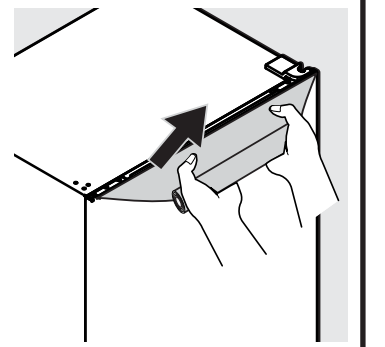

Fig. 3
- Reúna el exceso de película suelta y enróllala. Luego tire de la película hacia arriba (Fig. 3). Continúe tirando de la película hasta que esté aproximadamente a 2\"/>